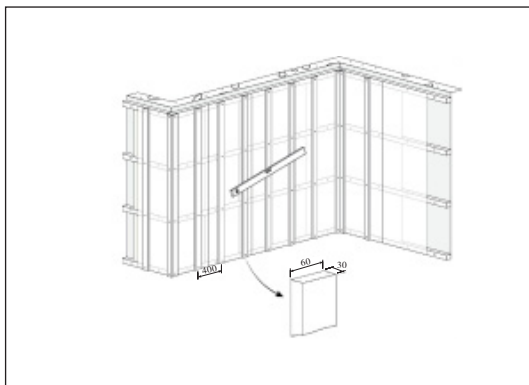

图1 安装龙骨
- 4.5 安装龙骨 (见图 1): 龙骨应竖向安装, 间距宜为 400mm, 龙骨尺寸为 60mm (宽) × 30mm (厚)。